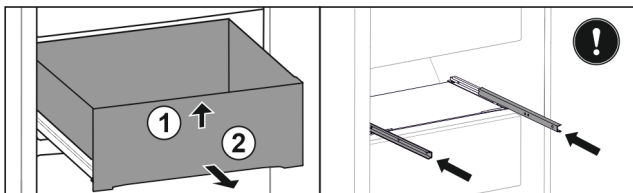

Fig. 158
- ▶ Tõstke sahtel eest üles. Fig. 158 (1)
- ▶ Võtke sahtel ettepoole välja. Fig. 158 (2)